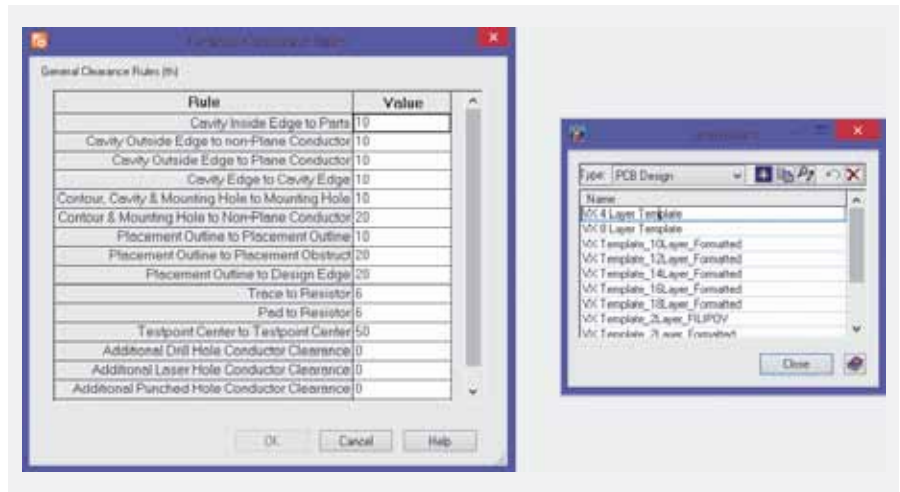
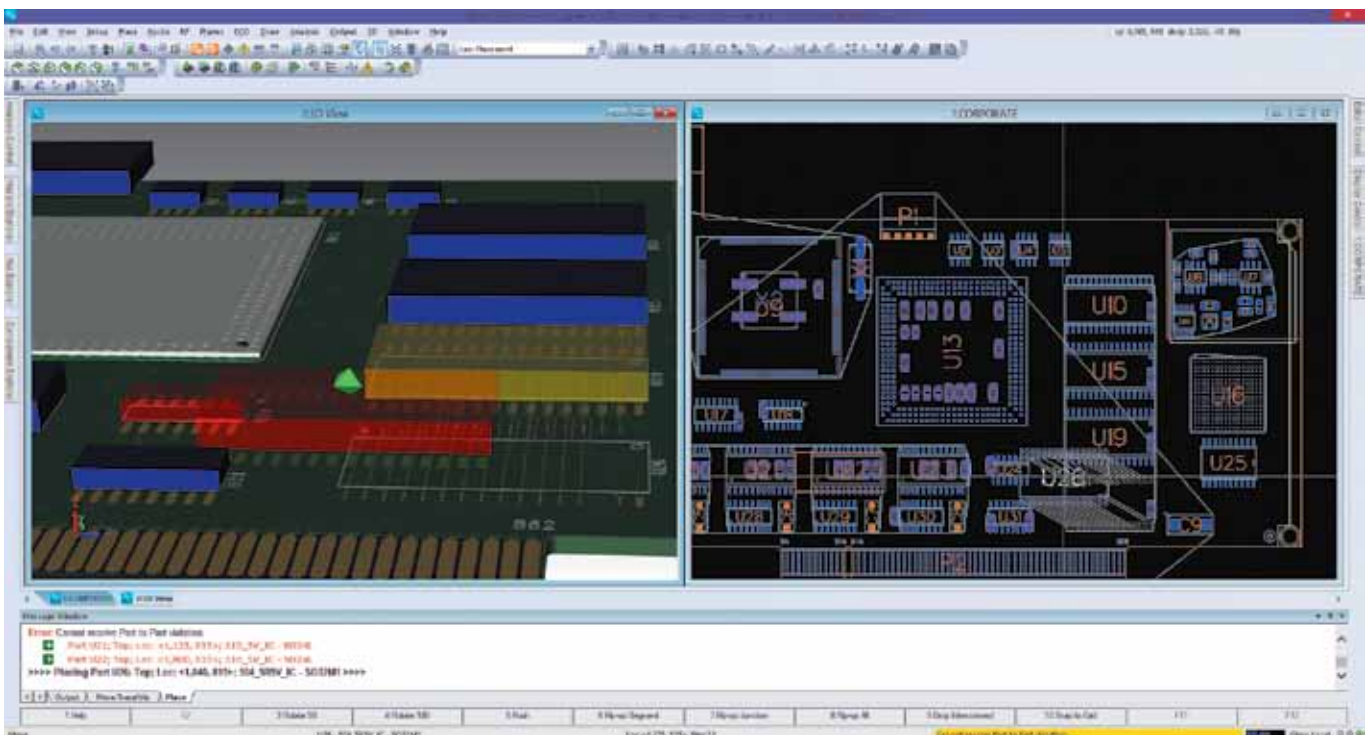

Рис. 3. Ввод общих зазоров для проекта
Рис. 4. Проверка зазоров в 3D-режиме
1. Установите общие зазоры для проекта, которые могут быть использованы в качестве шаблона для последующих дизайнов (рис. 3). Не забывайте задавать ограничения по всем координатным осям (X, Y, Z), чтобы система могла выявлять нарушения в размещении компонентов как в 2D-, так и в 3D-режимах (рис. 4).